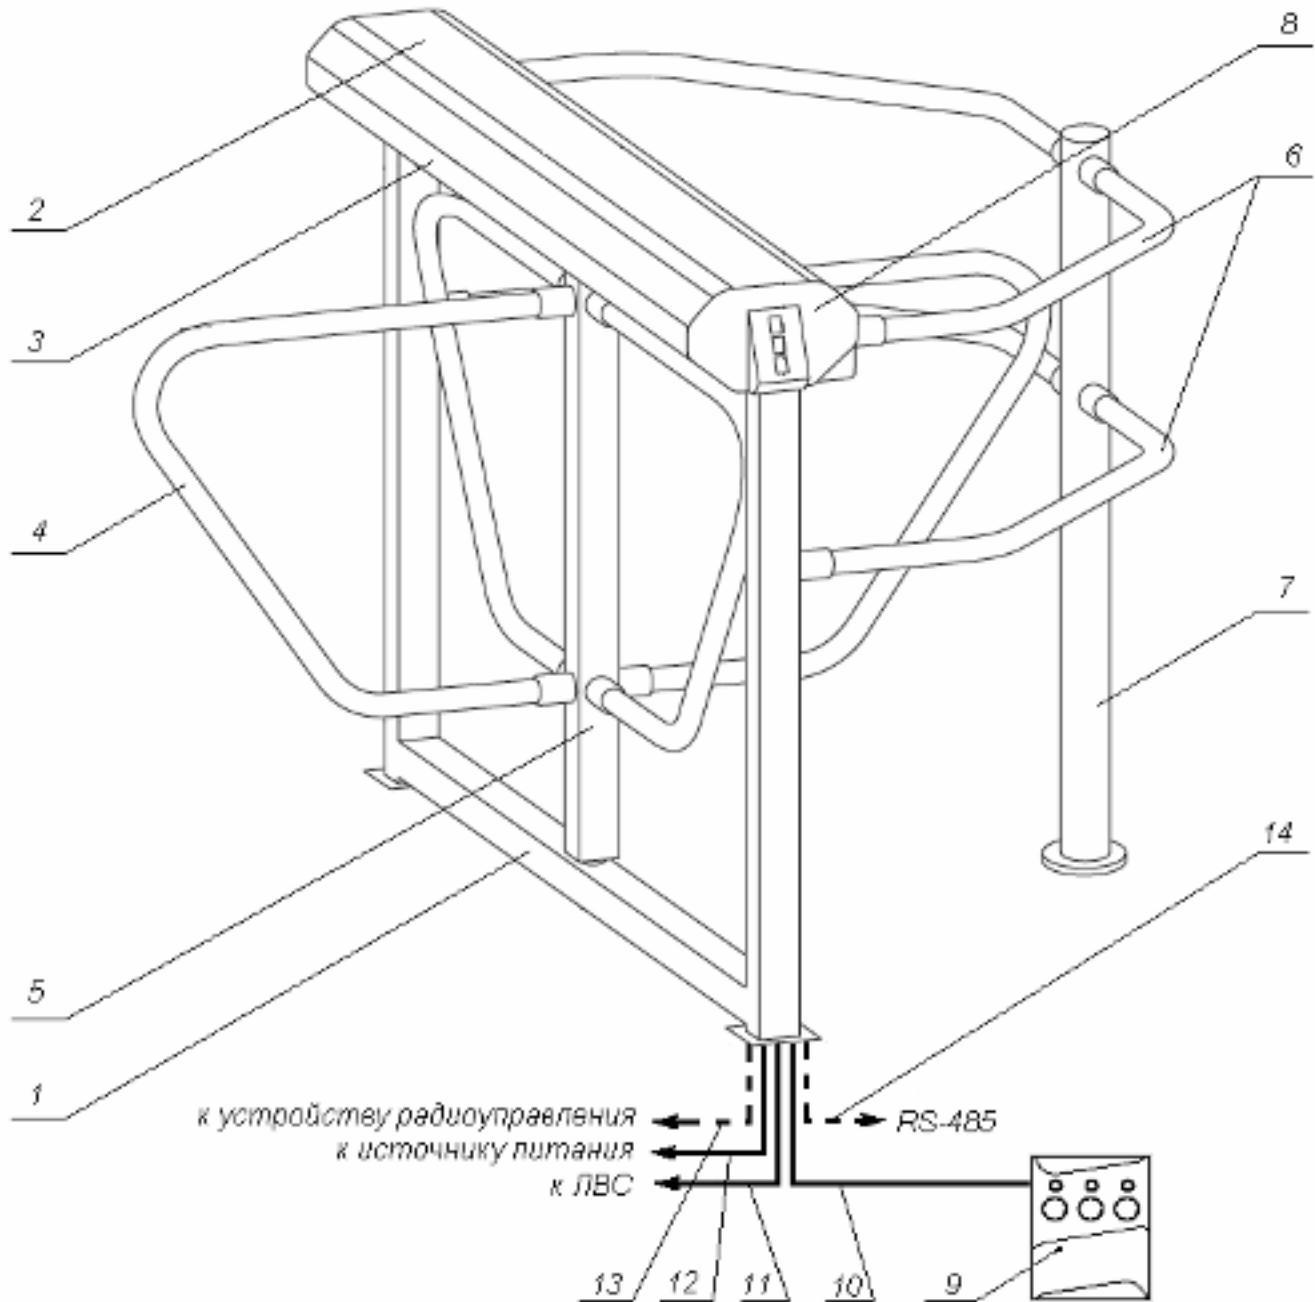
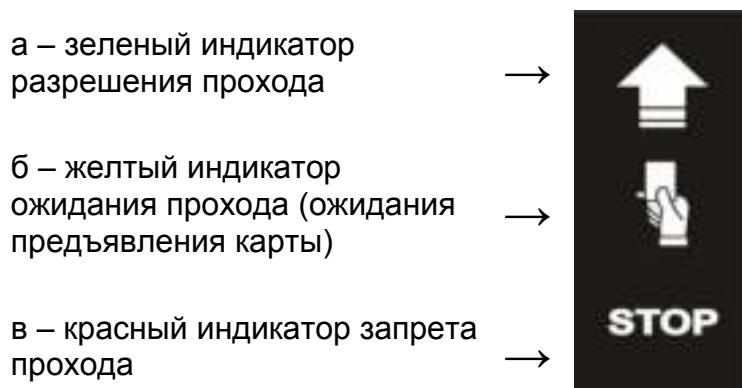
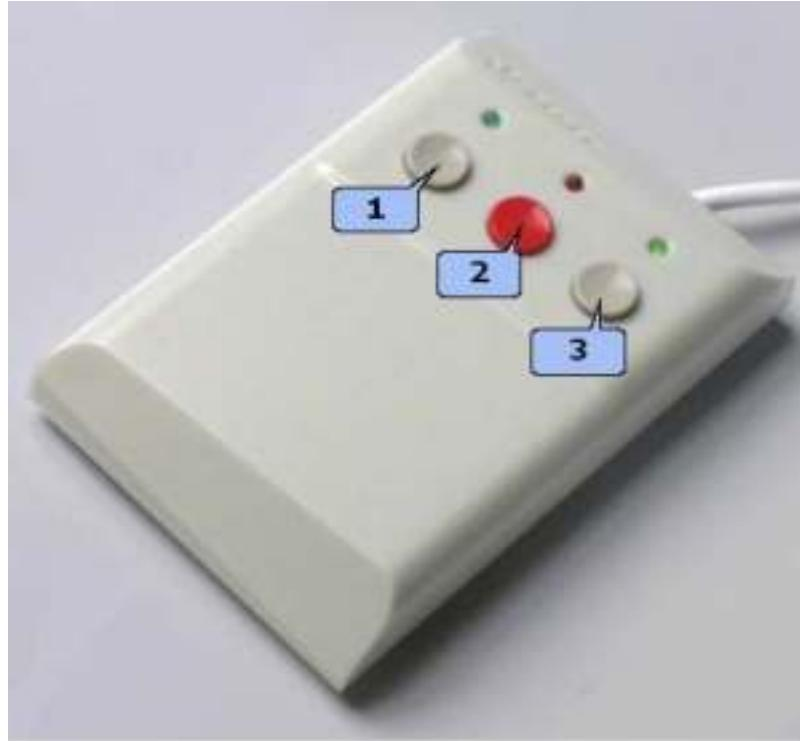

Рисунок 1 Устройство KR05.3
Рисунок 2 Мнемонические индикаторы блока индикации
Рисунок 3 Пульт управления
ЭП состоит из рамы с балкой со встроенным контроллером и двумя считывателями, ротора, четырех створок и пульта управления (см. рис. 1). После каждого прохода человека через ЭП ротор со створками автоматическиоворачивается до исходного положения.
Для информирования о текущем состоянии на обоих торцах ЭП расположены пластиковые крышки с блоками индикации (8), там же находится встроенный считыватель бесконтактных карт доступа. Блок индикации имеет три мнемонических индикатора (см. позицию 8 на рис. 1 и рис. 2):
К стойке подключается кабелем пульт управления (см. позиции 9-10 на рис. 1 и рис. 3), который имеет:
Для предъявления карты доступа необходимо поднести ее к зоне индикации (см. рис. 1). При предъявлении разрешенной карты доступа ЭП разблокируется, и на блоке индикации со стороны предъявления карты загорается зеленый индикатор разрешения прохода. После прохода ЭП и индикация возвращаются в исходное состояние.